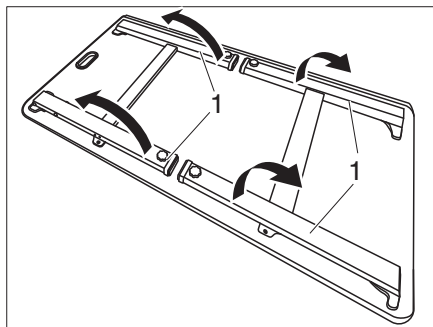
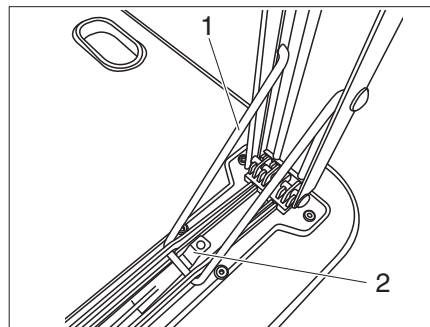

Figura 32 Parte inferior de la mesa
Figura 33 Bloqueo
- Subir todos los pies de la mesa (Figura 32,1) hasta que los ganchos (Figura 33,1) encajen en los bloqueos.
- Presionar el enclavamiento (Figura 33,2) y mover los pies de la mesa (Figura 32,1) hacia abajo.